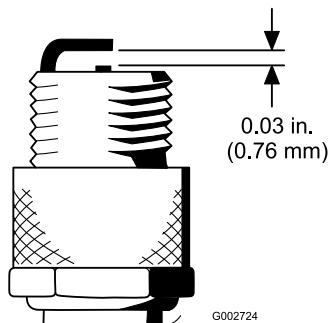

图 27
- 将中心电极与侧电极之间的间隙设置为 0.76mm 请参阅图 27。安装已设定正确间隙、带密封垫片的火花塞并将火花塞拧紧至 23N·m。如果没有使用扭矩扳手请牢固拧紧火花塞。